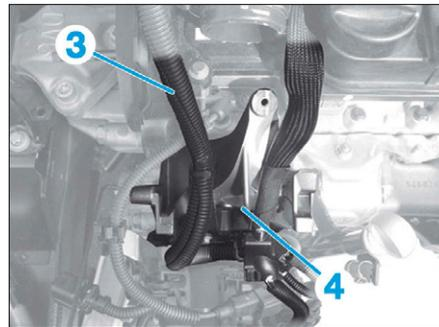

FIG. 5
- Dégrafer et écarter le faisceau électrique (3) du support (4) (Fig.5).
- le support faisceau (4),